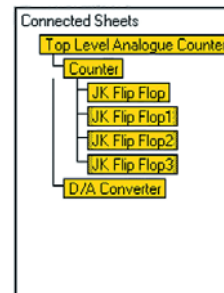

Рис. 12. Проверка иерархических связей для всех четырех блоков
19. Выполним команду меню View | Select Sheet и убедимся, что схема Counter теперь имеет четыре подчиненных листа (рис. 12). Закроем окно.